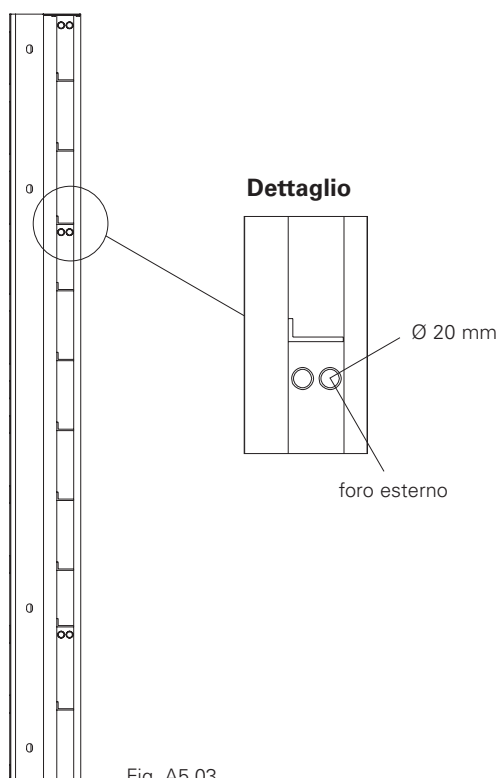

Fig. A5.03
- In caso di impiego degli angoli a cerniera come angoli interni a 90°, se si utilizzano piastre con dado orientabili l'ancoraggio può avvenire soltanto attraverso i fori esterni (Fig. A5.03)
- In caso di impiego di allineatori, per esempio con angoli obliqui, l'ancoraggio può avvenire attraverso entrambi i fori (Fig. A5.03)